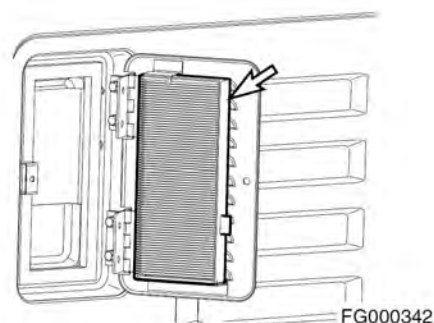

Рис. 91
3. Снять фильтр (рис. 91) и заменить его новым.